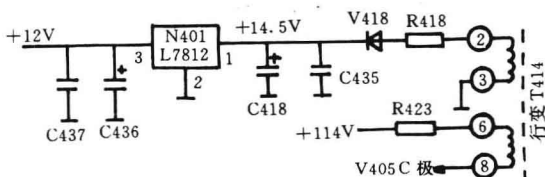

图 1 长虹 C2169 型彩电 +12V 电压产生电路
分析与检修:电源指示灯亮,说明遥控电路,CPU 处理器及开关电源工作基本正常,分析故障在行扫描,图像中放及亮度通道工作不正常所致。开机测行输出管 V 405 c 极电压正常,观察显像管灯丝发光也正常,再测 R、G、B 阴极电位及加速极电位均正常,说明显像管电路工作正常,但测视放管 V 1504、V 1505、V 1506 b、e 极电位均偏低,分析故障在解码矩阵视放电路。测 N 201 (D7698CP)各脚电压,发现普遍低于正常值,其②脚只有 0.9 V(正常为 12 V),说明 +12 V 供电电路有问题。该机 +12 V 电压是由行输出变压器②脚脉冲信号,经 R 418、V 418、C 418 整流滤波和三端稳压块 N 401 (L7812CV)稳压后得到的(见图 1),分别供给解码块 D7698CP、高频头,图像中放电路,使整机正常工作。经测 N 401 三端稳压块①、③脚均为零,查 C 435、V 418 正常,发现 R 418 (0.33Ω)损坏开路,因 R 418 开路,无 +12 V 高频头、图像中放及解码电路都不工作电压,使造成无光无声故障。